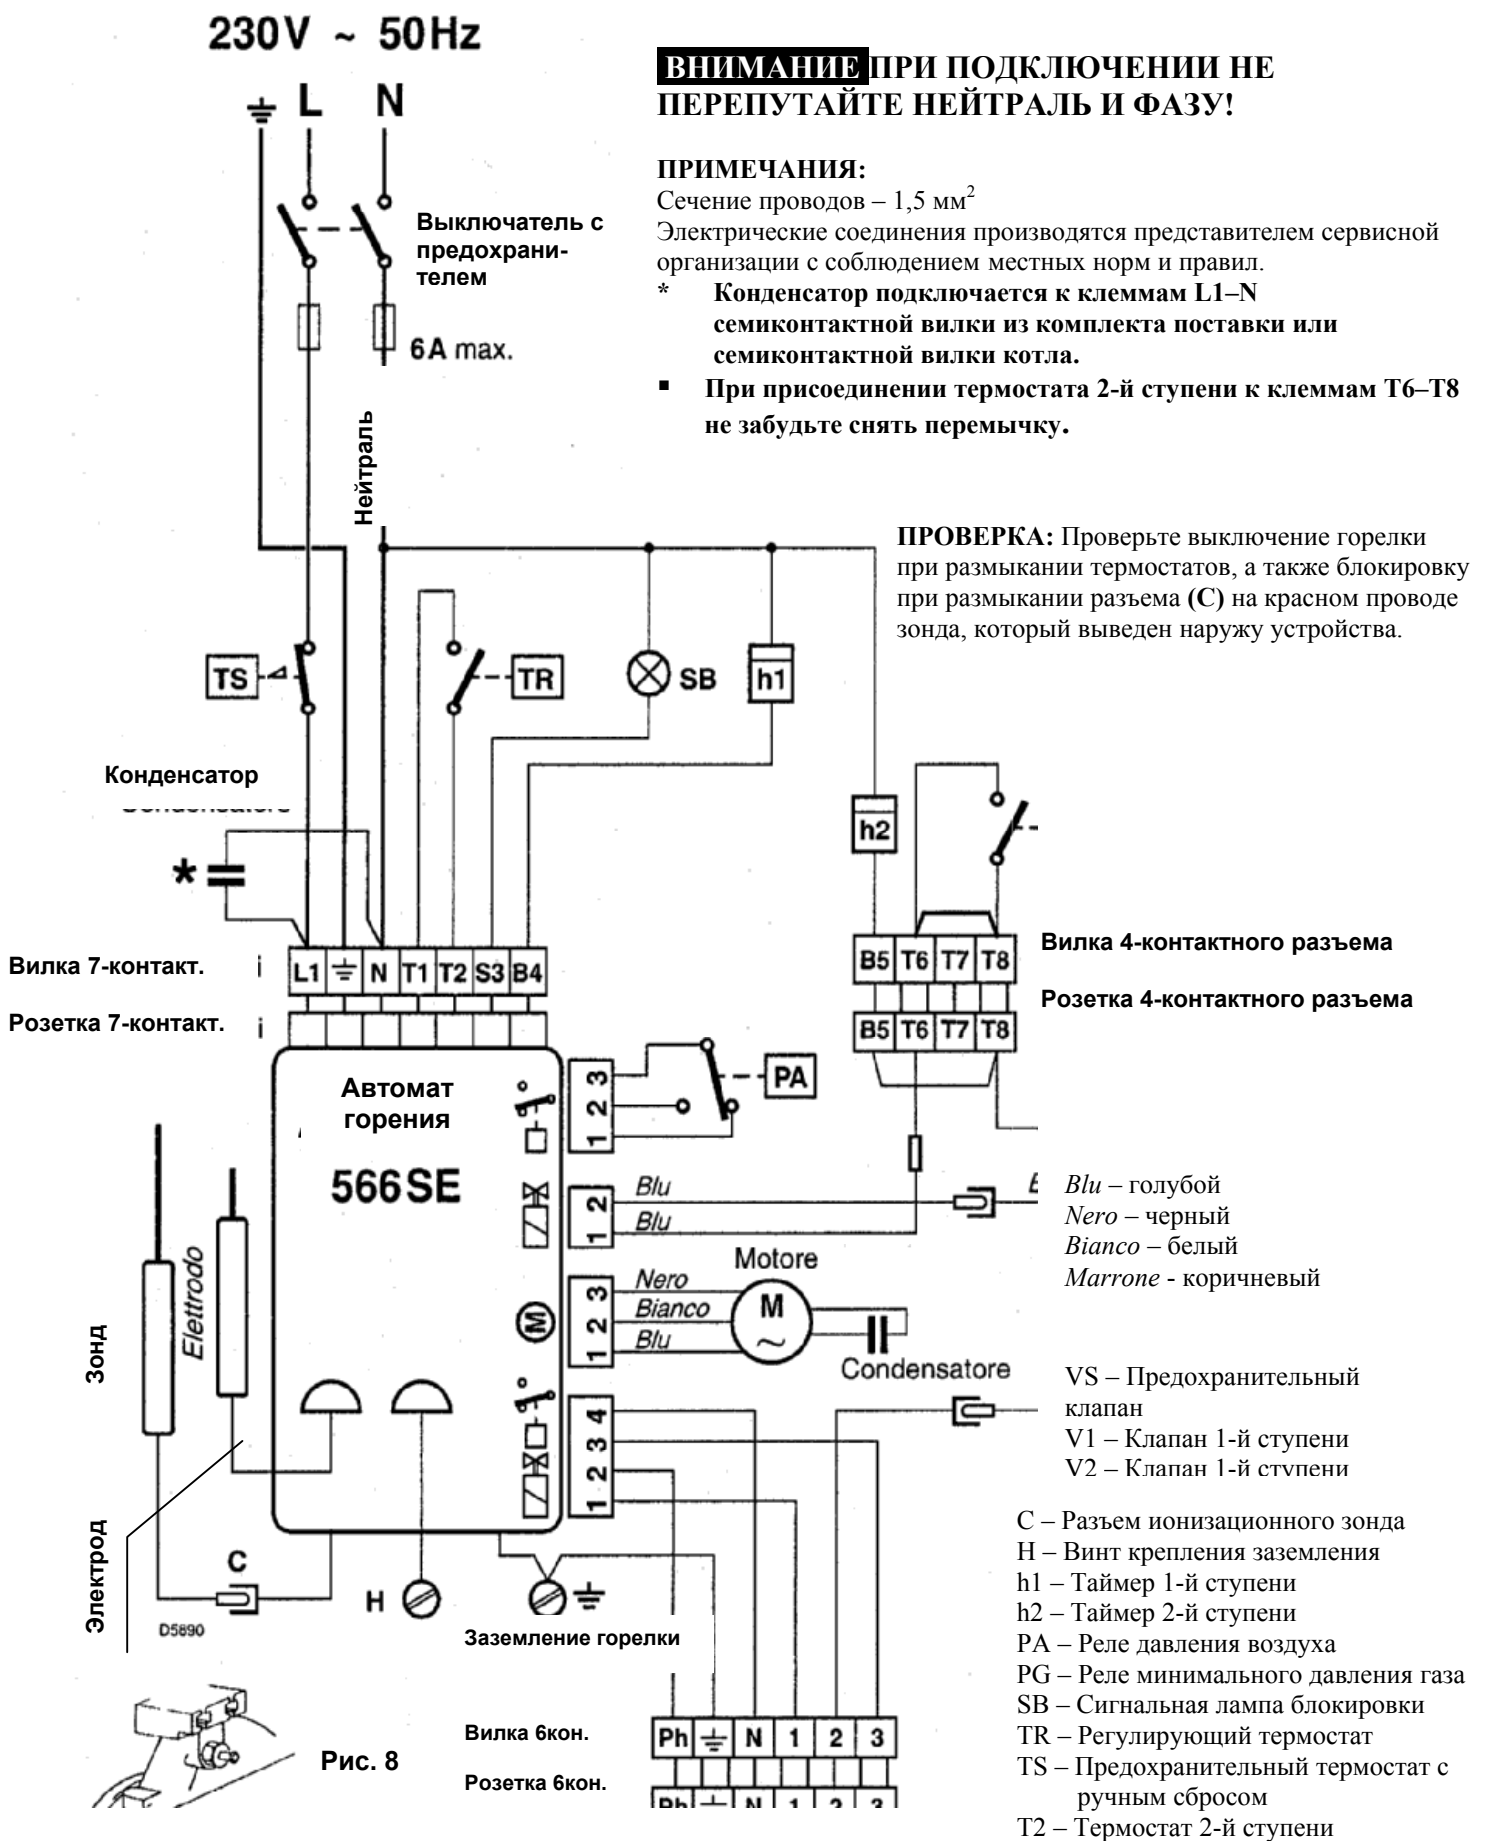

Рис. 8
Чтобы снять блок управления с горелки, отсоедините от него все подключенные устройства, семиконтактный разъем, разъем (C), провода высокого напряжения и **провод заземления (H)** и ослабьте винт А (рис.8). При снятии/установке блока винт А следует затягивать **крутящим моментом 1÷1,2 Н·м.**